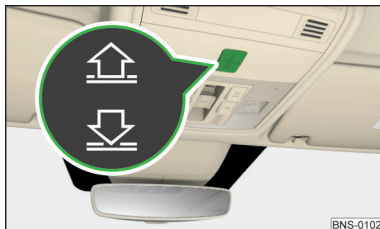

Fig. 67
Commande du store pare-soleil » fig. 67
- Mettez le contact, appuyez sur la touche 🏠 » fig. 67 à la page 76 et maintenez-la enfoncée.